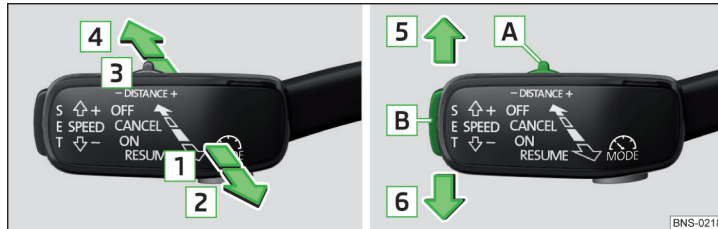

Abb. 308 Bedienungshebel
» Abb. 308
- Die Taste **SET** » Abb. 308 auf Seite 264 drücken.
- **oder:** Den Hebel in die gefederte Stellung **RESUME** » Abb. 308 auf Seite 264 einstellen.
- Den Hebel in die gefederte Stellung **CANCEL** » Abb. 308 auf Seite 264 einstellen.
Die gewünschte Geschwindigkeit wird mit dem Bedienungshebel eingestellt oder geändert » Abb. 308 auf Seite 264.
Die Abstandsstufe zum vorausfahrenden Fahrzeug kann mit dem Hebel » Abb. 308 auf Seite 264 oder im Infotainment » Seite 262, *Einstellungen im Infotainment* eingestellt werden.
- Den Schalter **DISTANCE** in die gefederte Stellung – oder + einstellen » Abb. 308 auf Seite 264.
Ein Beschleunigungsvorgang kann jederzeit durch Betätigung des Bremspedals oder den Druckpunkt **CANCEL** am Bedienungshebel » Abb. 308 auf Seite 264 abgebrochen werden.